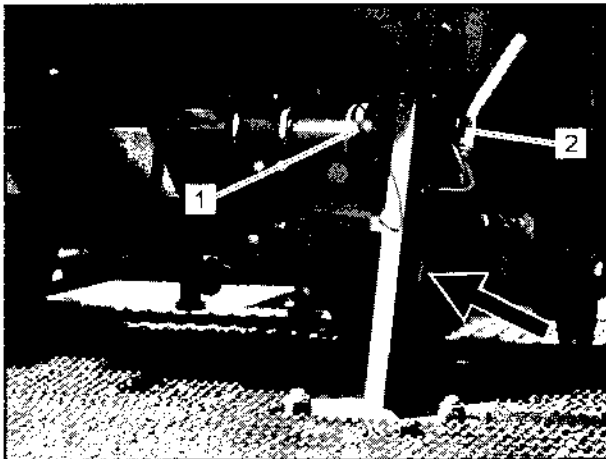

Bild 106
27. Beiderseits Federstecker (Bild 106/1) ziehen, Steckbolzen (Bild 106/2) ziehen, in die Aufbewahrungshalterungen (Bild 106/Pfeil) einsetzen und mit Federstecker sichern.